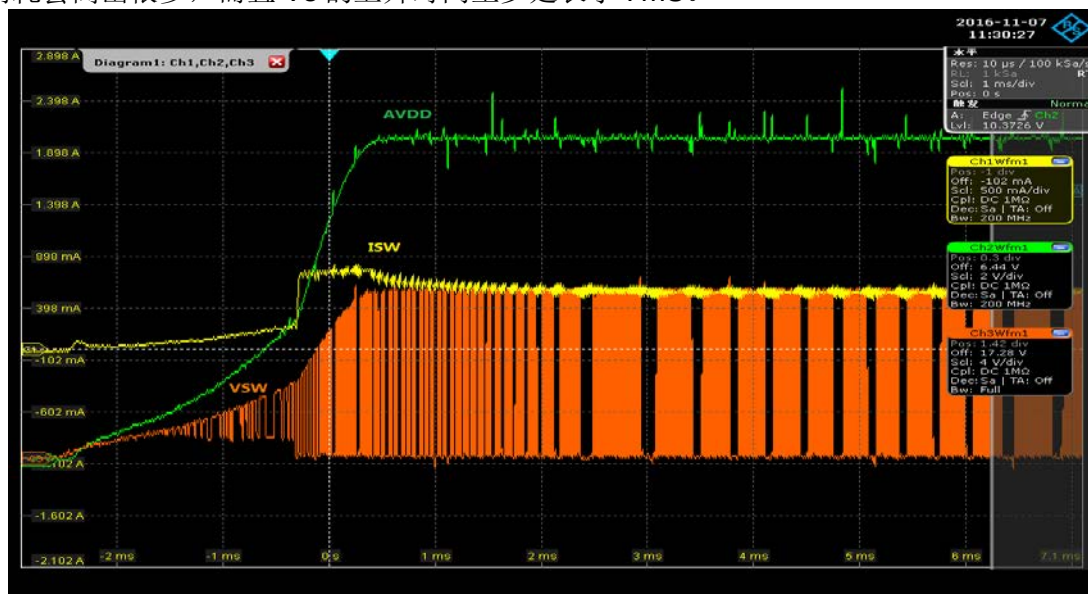
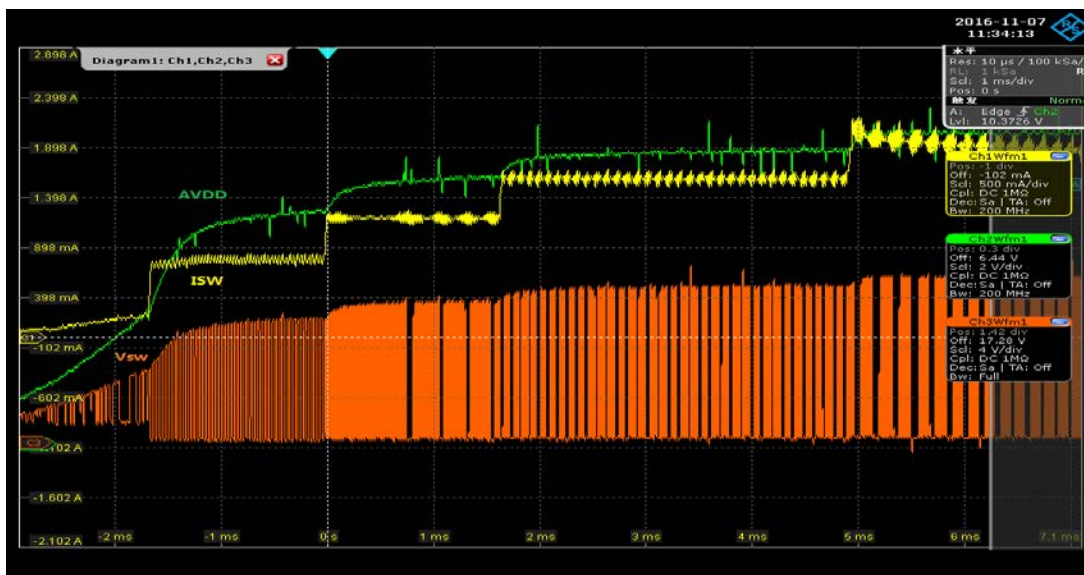

Figure 8: 短时间短路 VGH 到 GND
Figure 9:长时间短路 VGH 到 GND
下面 Figure8 和 Figure9 是在相同的 LCD 模块和相同的 TPS65150 的设计情况下，修改 DVDD 的上电时序测试到的波形。从这两张图，可以明显的看到，当 LCD 模块异常上电的时候，AVDD (VS) 上的电流消耗会高出很多，而且 Vs 的上升时间至少延长了 7mS。